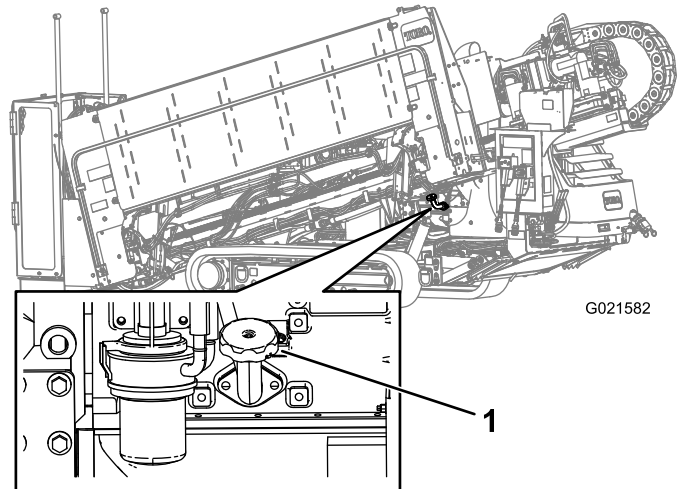

Bild 123
- A. Nehmen Sie den Fülldeckel (Bild 123) ab und füllen Sie Öl ein, bis der Höchststand erreicht ist. **Füllen Sie nicht zu viel ein.**